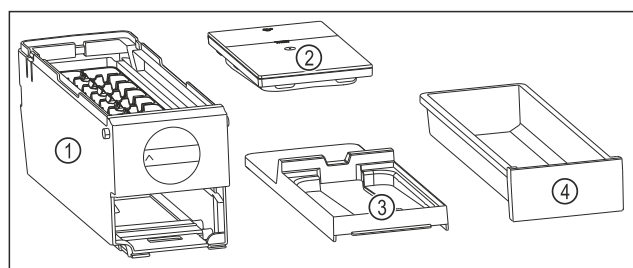

Fig. 112 Componenti dell'EasyTwist-Ice
- L'EasyTwist-Ice è scomposto in quattro parti. (vedere Fig. 112)
- Smontare l'EasyTwist-Ice scomponendo solo gli elementi rappresentati in figura. (vedere Fig. 112)
- Pulire l'intero corpo dell'EasyTwist-Ice Fig. 112 (1).